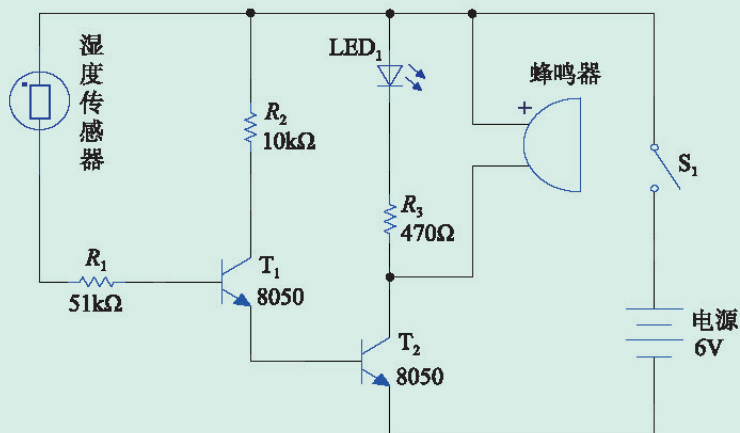

图5-7 湿度声光自动报警器电路
湿度声光自动报警器电路由两级三极管电路组成（图5-7），需要使用对潮湿敏感的元器件。可以在绝缘体上固定两个电极，当绝缘体吸水潮湿后，绝缘性能受到破坏而使电极间“漏电”，这里的“漏电”指的是电源通过湿度传感器给三极管 T_1 基极提供的电流，这个电流的大小取决于传感器两个电极间电阻的大小。在这个电流的作用下，三极管 T_1 导通，从而通过 T_1 的CE极给三极管 T_2 基极提供了工作电流，使 T_2 导通，报警器示警。如果在蜂鸣器两端并联上由发光二极管和限流电阻串联而成的光指示器件，就成为湿度声光自动报警器电路。当其检测到潮湿信号时，自动发出灯光和音响示警信号。这个电路能作为下雨、下雾或者婴儿尿不湿告知器。如果怕吵醒婴儿，可以去掉蜂鸣器而只保留光指示部分。
- (1) 按照图 5-7 所示电路，在面包板上插接所需电子元器件，连接相应导线。
- (2) 连接电池盒或稳压电源。
- (3) 按下电源开关，接通电路。
- (4) 将湿度传感器的两个电极放入水中或其他潮湿地方，观察电路动作情况。